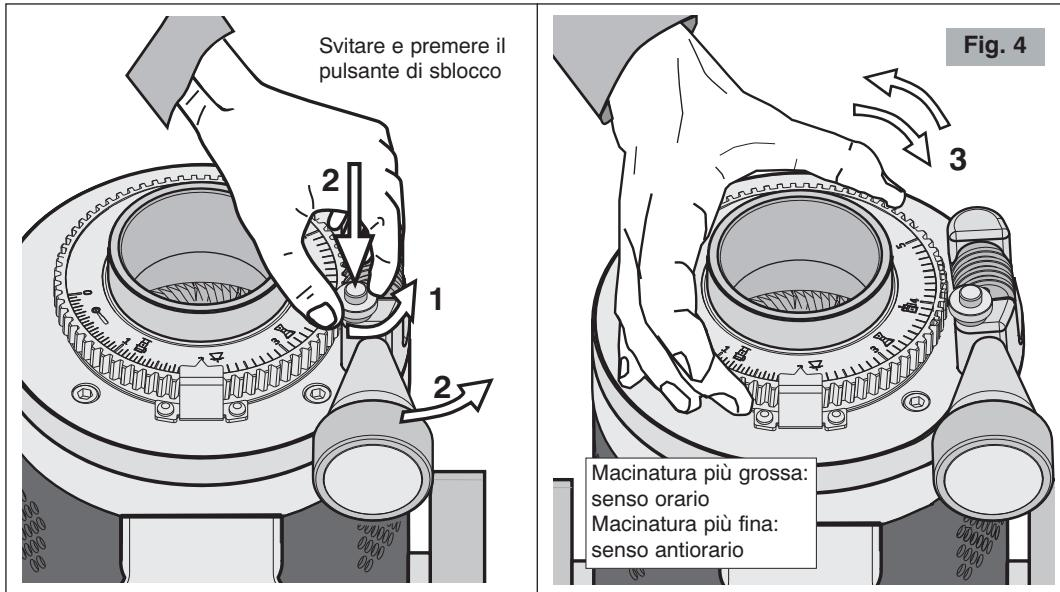

Fig. 4
- È possibile velocizzare le operazioni di regolazione ruotando direttamente la ghiera dentata (4 Fig. 1) (vedere Fig. 4 - 1, 2, 3), dopo averla preventivamente sbloccata svitando e premendo il pulsante di sblocco (5 Fig. 1) e allontanando il blocco di regolazione.